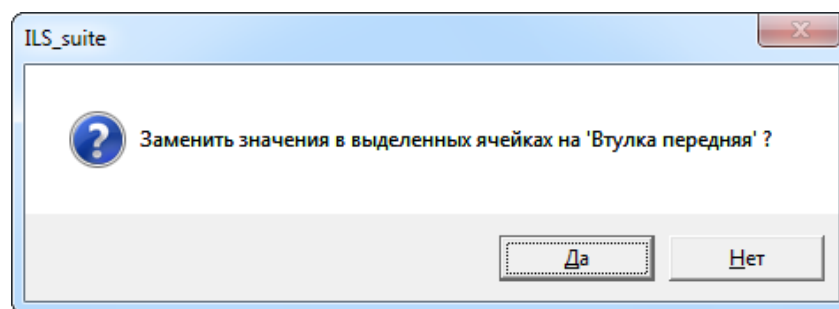

Рис. 5-110 – Окно подтверждения
3) Отпустить левую кнопку мыши. В появившемся окне нажать кнопку «Да» для подтверждения копирования (рис. 5-110).